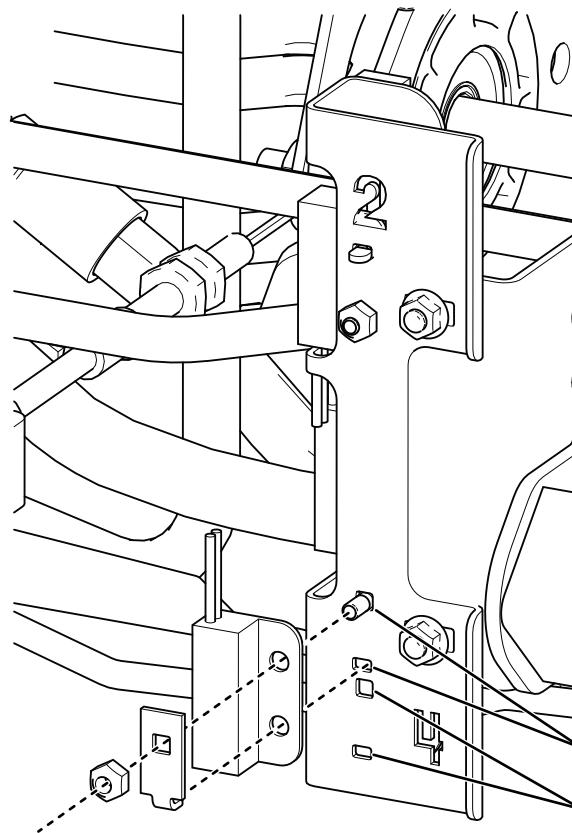

图 32
3. 将接近开关总成安装到 H 框架总成上 (图 32)。
4. 根据打孔深度将 4 号接近开关安装到所需位置如图 32 中所示。